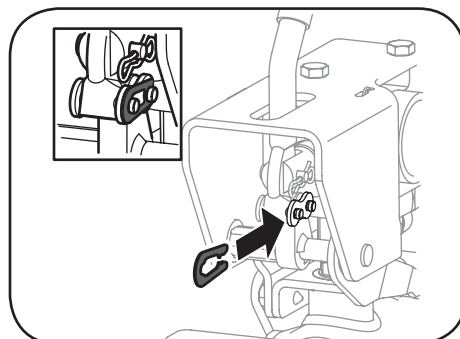

Figura 3-5
6. Instale el pasador del conector al conector de la manija. Vea la Figura 3-5.